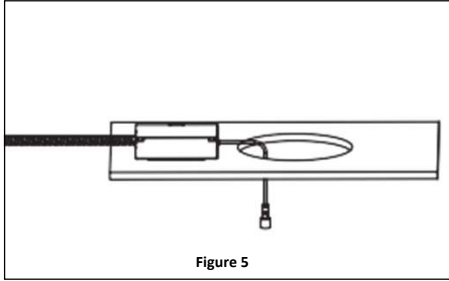

Figure 5
3. Branchez les fils d'alimentation au compartiment de câblage et effectuez les connexions de câblage conformément au schéma de câblage. Laissez l'extrémité du connecteur à clavette sortie du trou et visible. **Reportez-vous à la figure 5**